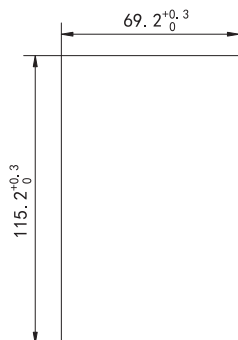

图6.1b) 操作面板安装（柜门开孔）尺寸图
6.4.2 图6.1b)：操作面板安装（柜门开孔）尺寸图，操作面板可以直接安装在柜门门板上。